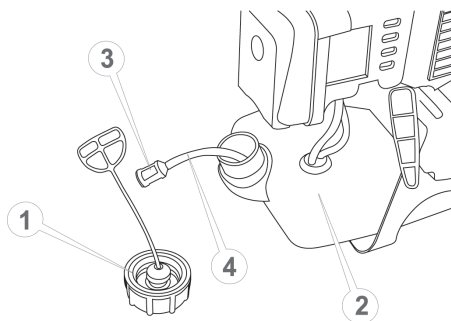

Рисунок 18. Схема обслуговування паливного фільтра
1. Відкрутити кришку (1, рис. 18) заливної горловини паливного бачка (2, рис. 18) та обережно вийняти кришку з бачка.
2. Використовуючи дротяну петлю, обережно витягнути паливний фільтр (3, рис. 18).
3. Від'єднати паливний фільтр від паливопроводу (4, рис. 18).